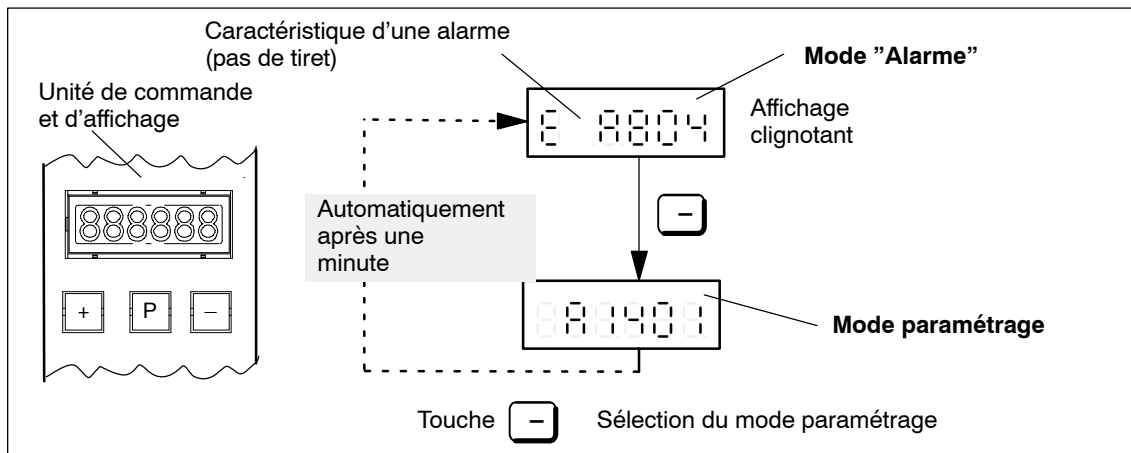

Fig. 7-3 Gestion d'une alarme
3. Une alarme est survenue (voir fig. 7-3).